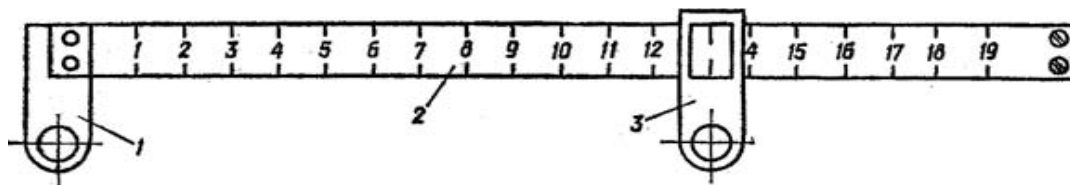

Рис. 2. Линейка для проверки расстояния сошников:
**Линейка № 1** (рис. 2) используется для проверки и установки дисковых сошников путем измерения расстояния между болтами крепления поводков. Про-